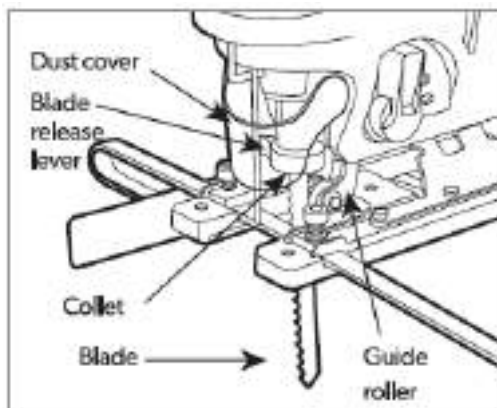

Figura 1
2. După selectarea lamei potrivite (vândute separat), ridicați capacul anti-praf, pentru a accesa maneta de eliberare a lamei. Consultați Figura 1, dreapta.